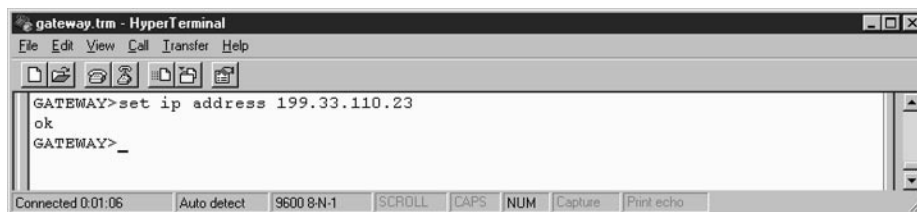

Figura 5-3: Configuración de la dirección de IP en la herramienta de configuración de la puerta
9. Establezca la dirección de IP o la NSAP (y, si fuera aplicable, la máscara de IP, la emisión de IP y el direccionamiento de IP). Consulte la figura 5-3.